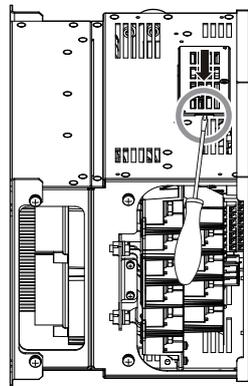

图 74 接口外罩的拆卸
3. 将一字螺丝刀插入图 74 中所示的凹处，向图 74 的箭头方向拉动接口外罩，将其从变频器上拆下。